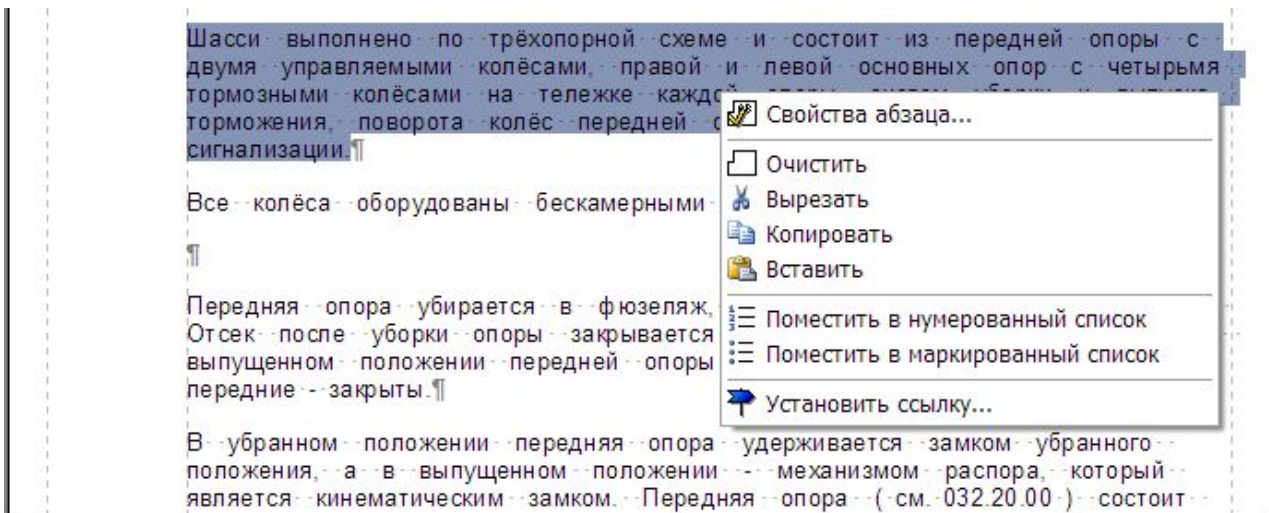

Рис. 3.50
1. Выделите абзац (Рис. 3.50).
3. Выберите из контекстного меню пункт **Свойства абзаца** (Рис. 3.50).
Вернемся к контекстному меню абзаца. Оно содержит и другие команды, позволяющие оперировать абзацами (Рис. 3.50):